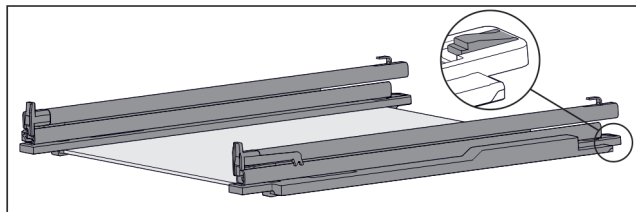

Fig. 132 Staklena ploča s vodilicama i pridržnim dijelovima
- ▶ Pridržni dio straga pritisnite prema dolje (pogledajte Fig. 132) u i istovremeno gurnite vodilicu prema otraga.